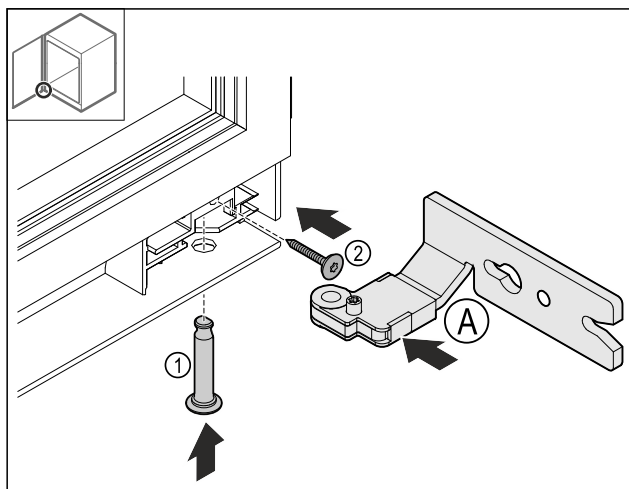

Fig. 27
- Unteres Scharnier Fig. 27 (A) einsetzen.
- Bolzen Fig. 27 (1) einstecken und festhalten.
- Schraube Fig. 27 (2) festdrehen.